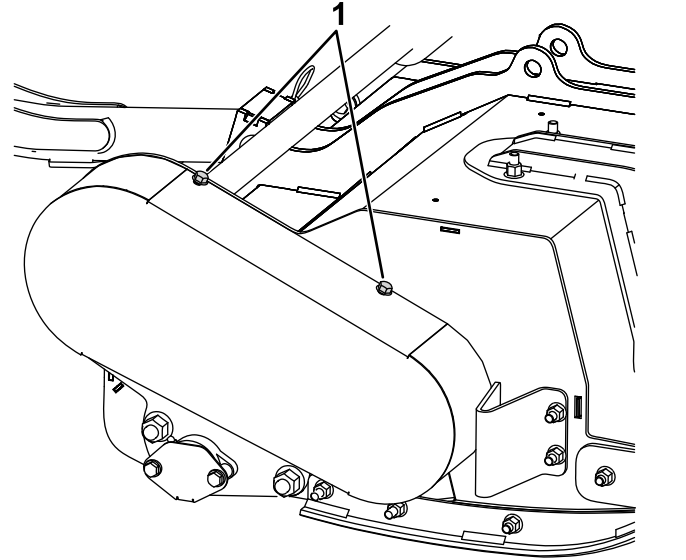

图 26
2. 松开将皮带罩顶部和底部固定到机器的 4 个固定螺栓图 26。
9. 安装皮带罩图 26。
2. 卸下皮带罩图 26。